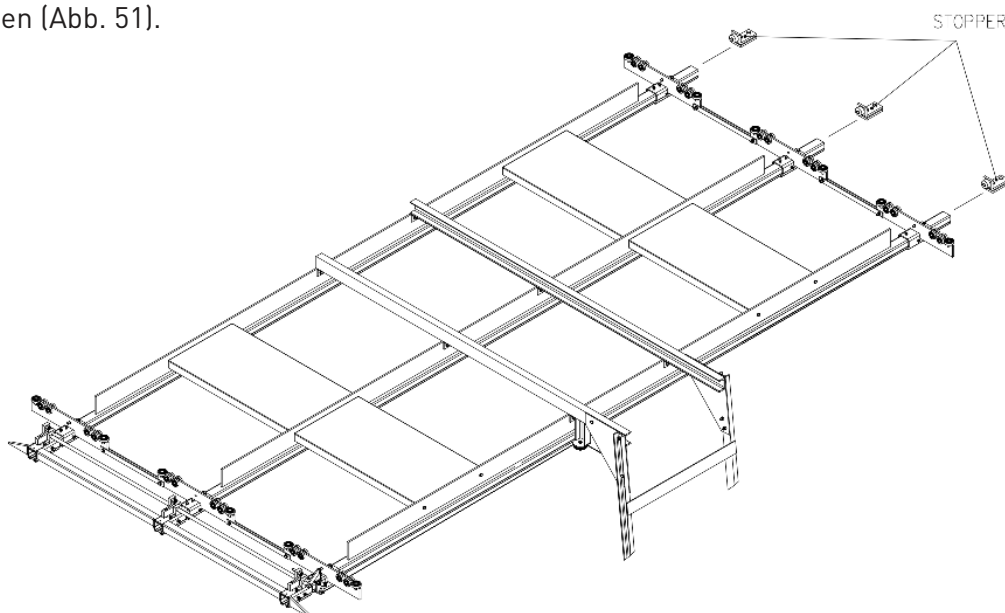

Abb. 51
Schritt 16: Bei Wagenkränen mit nur einseitiger Verriegelung müssen an allen freien Profilenden der Schiebebühnen Stopper angebracht und gesichert werden, um sicherzustellen, dass die Hänger in den Schienen bleiben (Abb. 51).